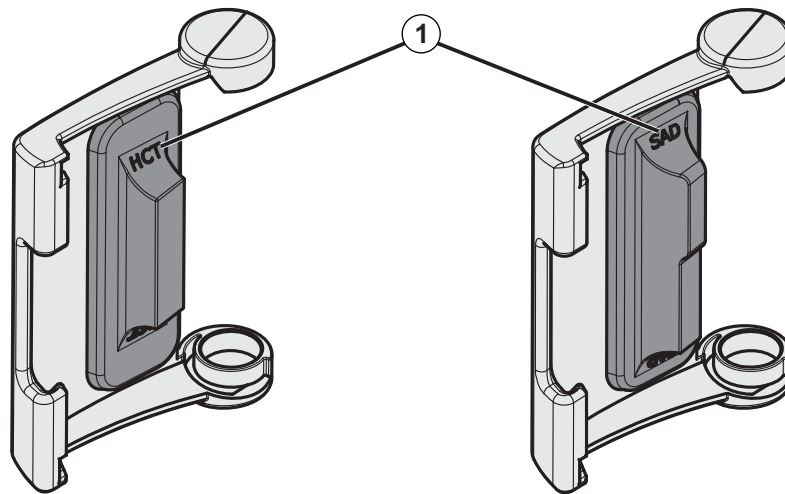

Fig. 7-20 Marquage du type sur le couvercle du capteur HCT et du détecteur SAD
Lors du remontage des couvercles du détecteur d'air SAD et du capteur HCT après le nettoyage, veiller à ce que les couvercles ne soient pas échangés ! Les couvercles sont marqués avec *SAD* et *HCT* à l'arrière (voir Fig. 7-20 , ① ).